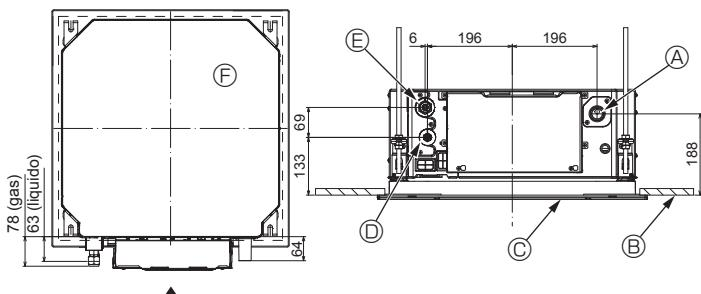

Fig. 3-1
3.1. Posizioni delle tubazioni di refrigerante e di drenaggio dell'unità interna (Fig. 3-1)